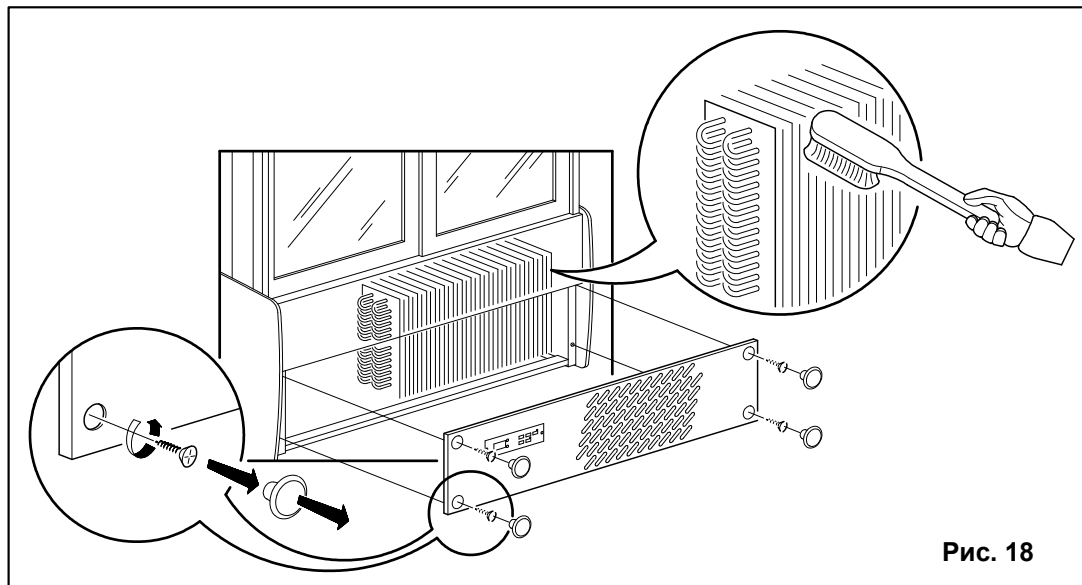

Рис. 18
- Снимите заднюю предохранительную решетку (Рис.18)